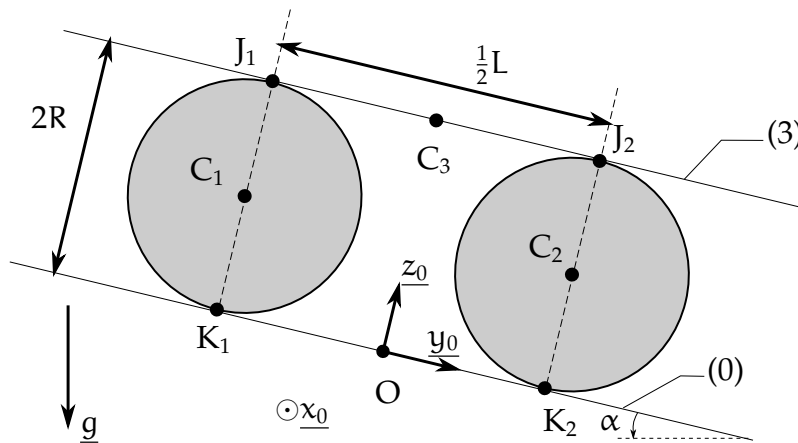

Figure 11 – Système complet dans l'état initial ($t = 0$).
On note α l'angle d'inclinaison du plan (0). L'accélération de la pesanteur s'écrit $\vec{g} = -g(-\sin \alpha \vec{y}_0 + \cos \alpha \vec{z}_0)$. L'état initial du système est celui de la FIGURE 11. Toutes les vitesses initiales sont nulles et en particulier $\dot{\theta}(0) = 0$.